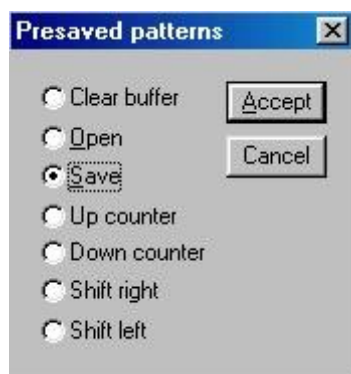

Рис. 1.17. Подменю настройки генератора слов
- "Pattern" – этой кнопкой вызывается подменю настройки генератора (рис. 1.17), в котором имеются следующие команды: